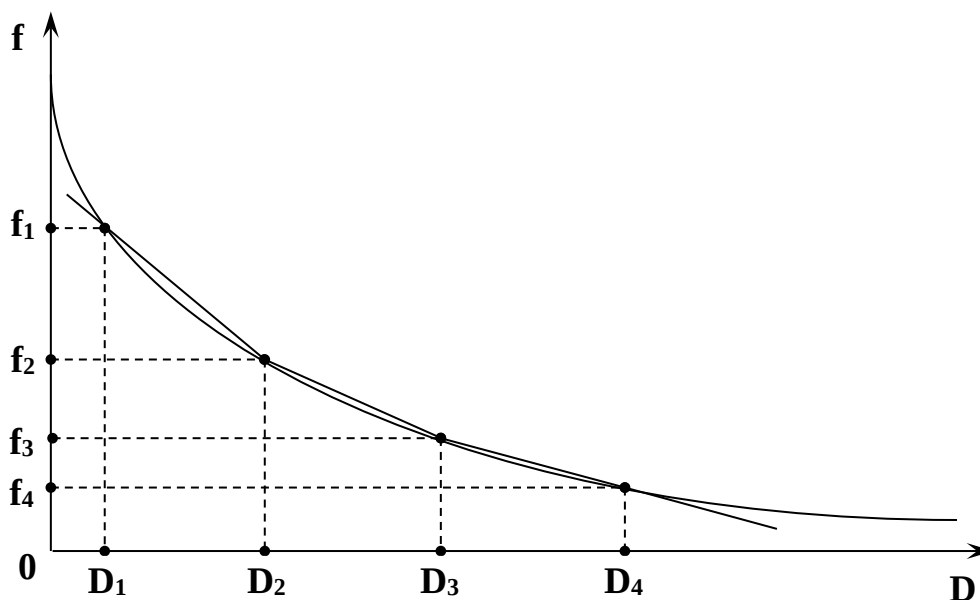

Рис. 15. Зависимость средней частоты f от плотности D
Целью градуировки плотногомера является задание функциональной зависимости между входным параметром - средней частотой следования импульсов от БД и основным измеряемым параметром – плотностью. Зависимость является экспоненциальной и реализуется с помощью кусочно-линейной аппроксимации (рис. 15).
2.5.3.2 Проверьте правильность определения градуировочных точек путем построения графика (см. рис. 15). При переносе записанного архива в компьютер график градуировочной зависимости можно увидеть на экране. При желании его можно распечатать на принтере. Обратитесь к документу «Руководство пользователя. Программа ArcReaderPjt».